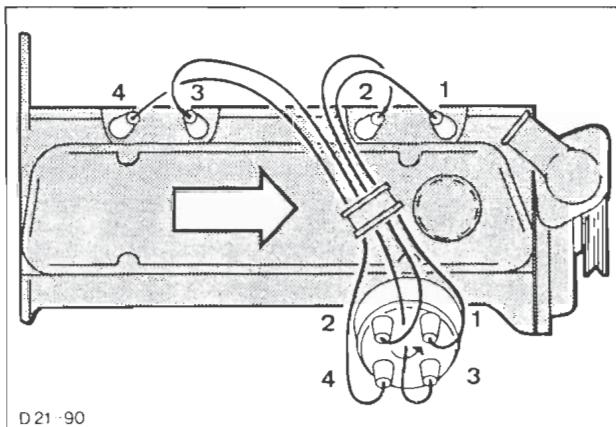

Fig. 75 - Tændrørsledningernes placering (tændingsrækkefølge).
21. Monter ventildækslet, tændledningerne, Fig. 75, samt luftfiltret.